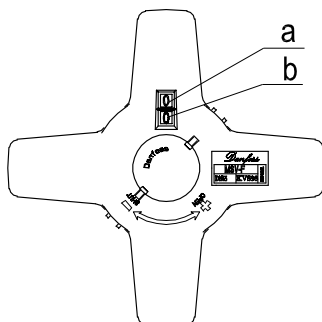

Fig. 4
- a: Position of the plug at DN 15 - 150 is shown on two digit display. The outer digit (a) shows the basic setting and the internal digit (b) shows every tenth of the turn. See Fig. 4.
- c: Turn the hand-wheel clockwise and close the valve fully. Digital display shall show 0,0. Turn the hand-wheel counter clockwise to required value of presetting by using the setting table (i.e. 4,5, see Fig. 4).
- a: Die Handradstellung bei Ventilen DN 15 – 150 wird in einer 2stelligen Digitalanzeige dargestellt. Die äußere Zahl (a) zeigt die vollen Umdrehungen des Handrades, die innere Zahl (b) zehntel Umdrehungen. Siehe Fig. 4